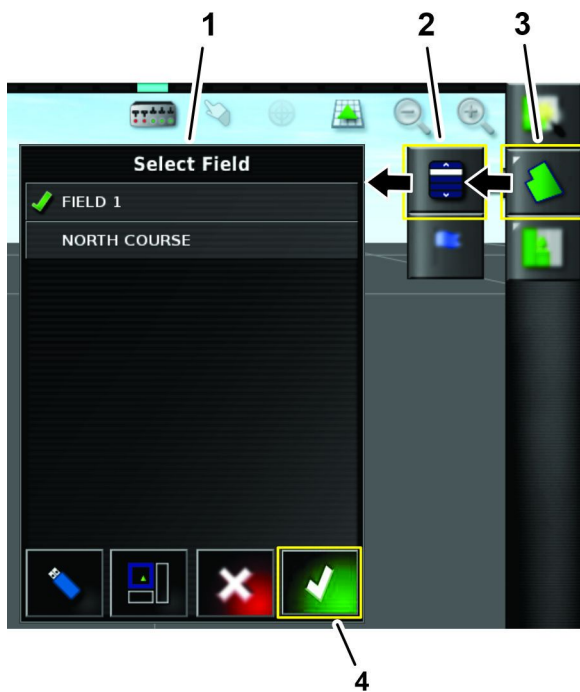

Figura 160
5. Pressione o ícone MENU DE CAMPO, selecione o ícone de um campo na lista de seleção de campos e, em seguida, pressione o ícone confirmar (Figura 160).
6. Na lista de seleção de campos, pressione o ícone de um campo (Figura 160) (consulte Criar um Novo Campo \(página 21\)).